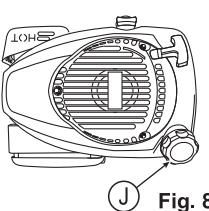

Fig. 8
1. Abra a tampa do tanque de combustível (J) e abasteça com gasolina. Limpe se derramar gasolina, seque imediatamente com um pano. (Veja a fig. 8)
2. Feche firmemente a tampa do tanque de combustível (J) depois do reabastecimento.